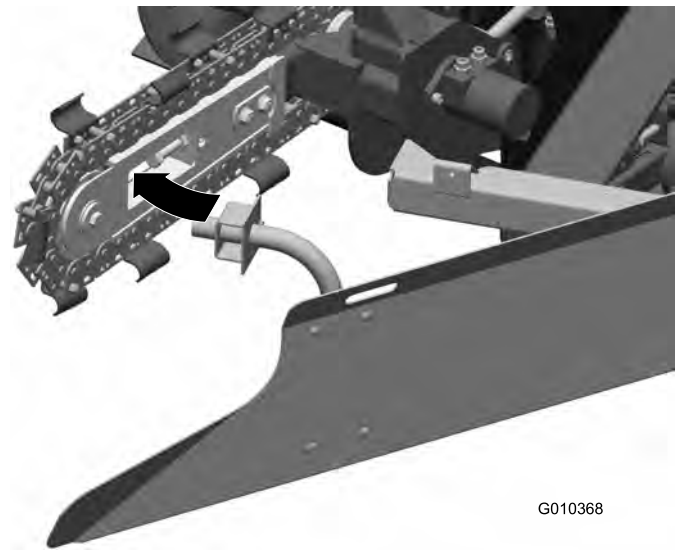

Figura 4
4. Spostate la lama a destra, inserendo la staffa di montaggio anteriore nell'apertura della barra (Figura 4).